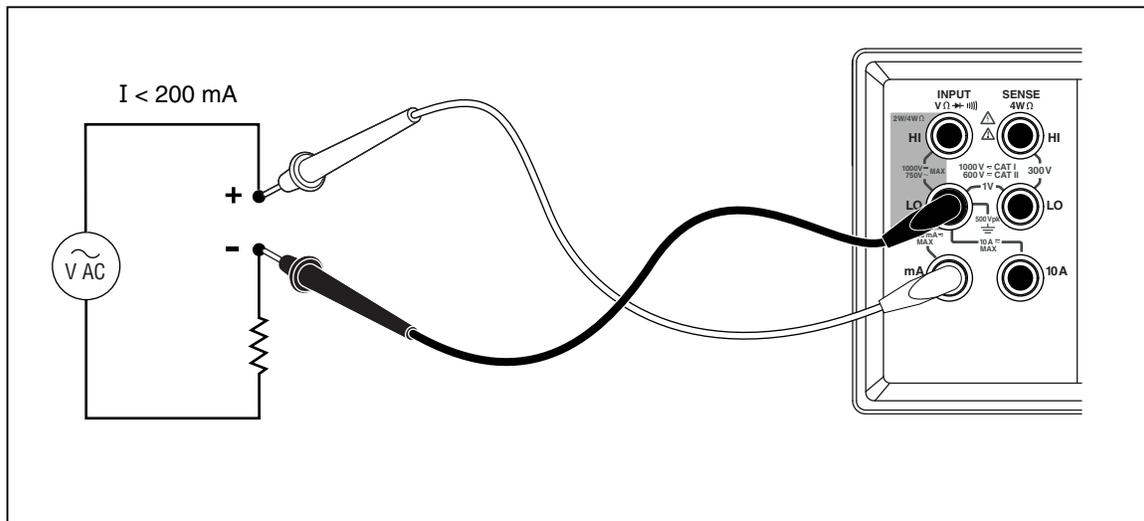

図 3-8. 電流測定 < 200 mA
4. 電流値が 200 mA 以下であると考えられる場合には、10 A 端子は使わず、mA 端子 - LO 端子を使います。図 3-8 を参照してください。